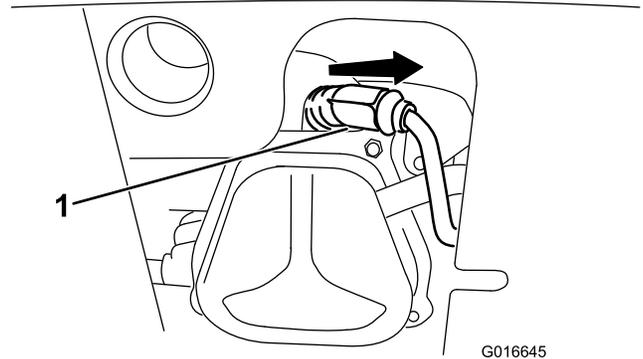

Figura 37
1. Togliete la guaina (Figura 37).